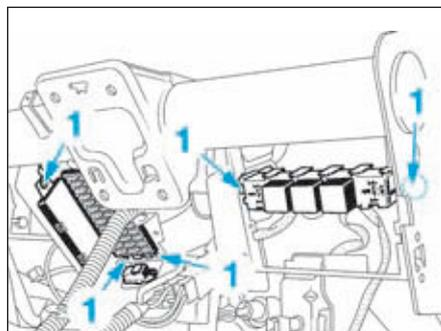

FIG.21
- Déposer les vis de fixation (1) (Fig.21).